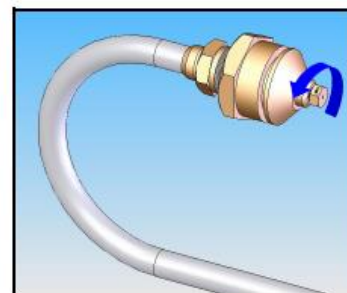

Figure 5
- Dismantle current injector, and insert a new injector appropriate to gas system intended to use instead of it (Figure 5).
- Bauen Sie die vorhandene Druckdüse (Injektor) aus und setzen Sie die für das Gassystem geeignete neue Druckdüse (Injektor) dafür ein (Bild 5.)